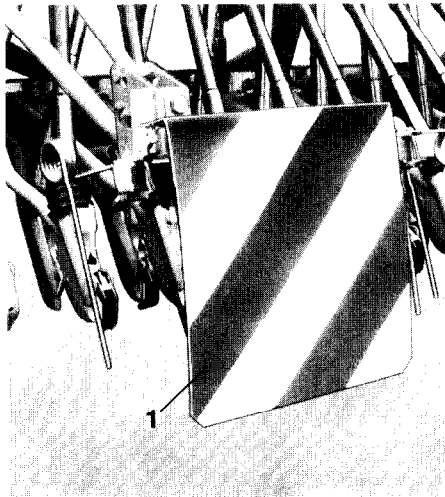

Fig. 33
- Striegel mit Pendelausgleich und Einzel-Saatstriegel sowie Einzel-Exaktstriegel sind mit zwei rot-weiß gestreiften Warntafeln (Fig. 33/1) rechts und links außen kenntlich zu machen.